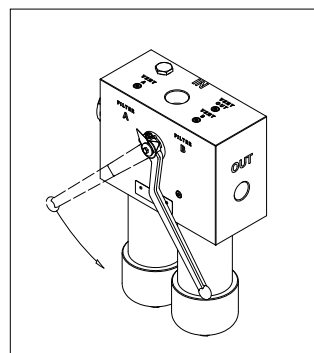

fig. 6
- (Fig. 6) Ruotare di 90 gradi la leva di commutazione per avviare il LATO NUOVO e disattivare il LATO ESAUSTO